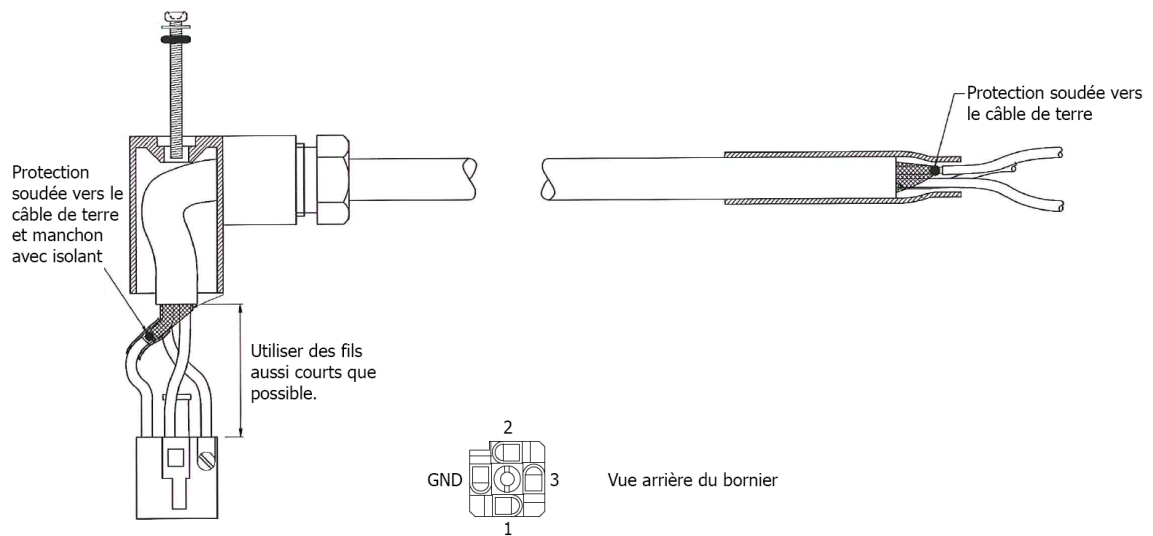

Figure 16 *Transmetteur Easidew*
4. Le câble doit être assemblé comme illustré sur la *figure 16*.